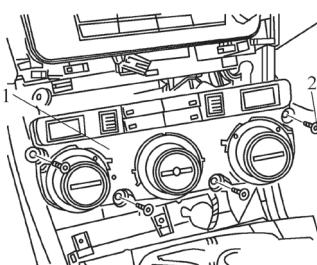

图 5-6 取下自动空调控制单元
- 2) 如图 5-6 所示, 旋出螺栓 2, 并从仪表板中取下带全自动空调控制单元 J255 1 的全自动空调操作和显示单元 E87。